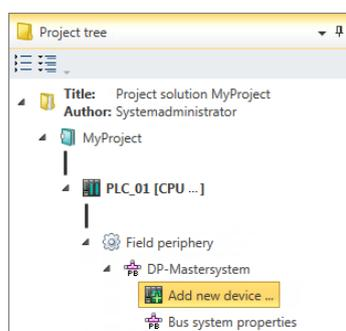

Рис. 60. Добавление ведомого устройства через дерево проекта.
- **Дерево проекта:** В разделе "*Decentralised periphery*" (*Распределённая периферия*) соответствующего ПЛК для нужного сетевого интерфейса (например, DP-Mastersystem) кликните на "*Add new device ...*" (см. рис. 60).